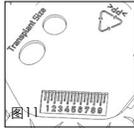

图11
■ 图 11 本产品的毫米规格可广泛的用于这个级别的测量，尤其在中耳手术中发挥很大作用。另外，其背面还可用于存放较小的物品，或作为操作平台，如对移植植物进行操作。